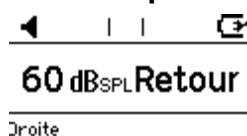

Figure 12
Sur le MA 25e/MA 27e, vous pouvez activer la fonction **Talk Forward (Retour)** en restant appuyé sur la molette **Hearing Level dB** (2). Vous pouvez régler le niveau de Talk Forward pour le patient en tournant la molette.(Figure 12).
Pour accéder au **menu de configuration des sons**, appuyer sur **F1** et **F4** en même temps pendant 2 à 3 secondes. Une fois dans le menu (Figure 12), les différentes options de configuration sont listées et sont accessibles au moyen des touches de fonction ou la molette **Frequency Hz (Fréquence Hz)**. Voir le Tableau 9 et le Tableau 10 pour avoir plus de détails.